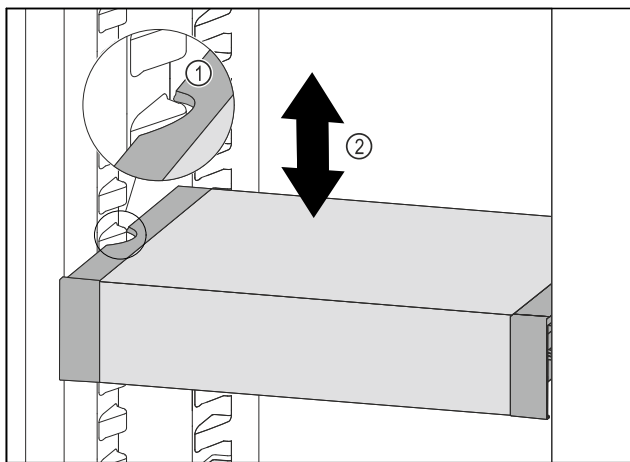

Fig. 67
- ▶ Predal VarioSafe povlecite v smeri naprej, dokler nista stranska izreza predala VarioSafe na višini nastavka za posodo v hladilniku. Fig. 67 (1)
- ▶ Predal VarioSafe premikajte v hladilniku gor ali dol, dokler ne dosežete zelene višine. Fig. 67 (2)